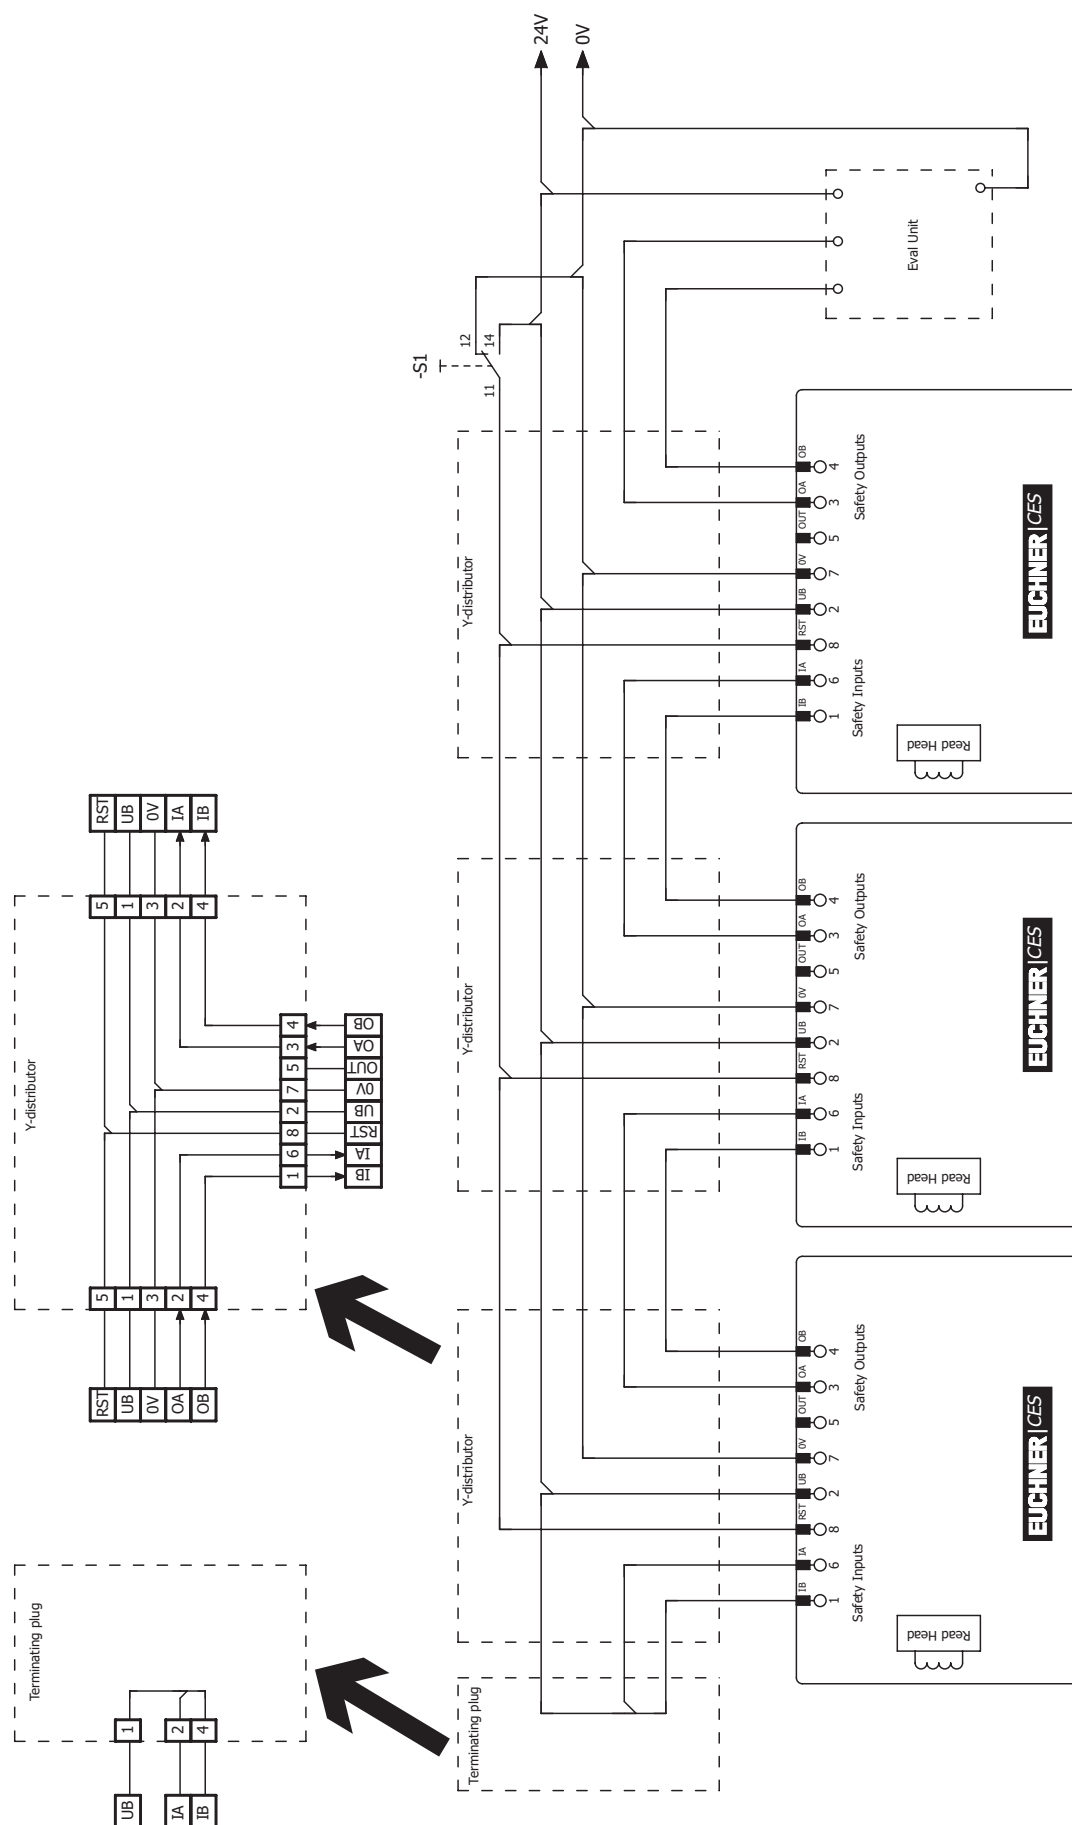

Fig. 4 : Exemple de raccordement pour montage en série avec réinitialisation et inverseur
- Il faut utiliser un signal commun pour tous les interrupteurs en série. Cela peut être un inverseur ou encore la sortie d'une commande / d'un automate. Un bouton ne convient pas car la réinitialisation en cours de fonctionnement doit toujours être sur GND (voir l'interrupteur S1 sur la Fig. 4 à la page 22).
Pour que cela soit possible, l'entrée RST doit être connectée comme indiqué sur la Fig. 4 à la page 22.